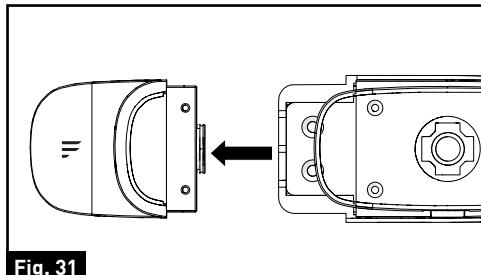

Fig. 31
4. Tire para quitar la parte decorativa del semáforo y guárdela en un lugar seguro en caso de uso futuro. (Fig. 31)